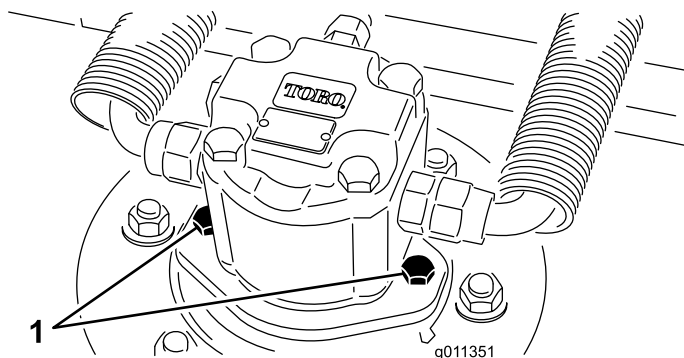

Figure 59
2. Débranchez et déposez le moteur hydraulique du plateau de coupe (Figure 59). Couvrez le dessus de l'axe pour éviter toute contamination.
4. Montez le moteur hydraulique sur le plateau de coupe (Figure 59). Vérifiez que le joint torique est en place et en bon état.